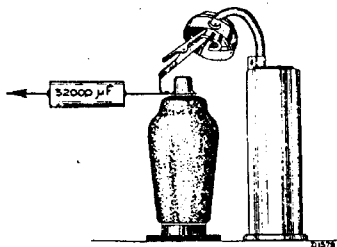

Fig. 2
wordt gedaan, zooals aangegeven in fig. 2; de roosterkring moet aan het rooster aangesloten blijven; het signaal wordt aangelegd via een condensator van 32000  $\mu\text{F}$ . De volumeregelaar moet altijd op maximum gedraaid worden; als het signaal te sterk is moet men de verzwakker van de service zender teruggedraaien. Wat betreft het trimmen van de H.F. en generatorkringen het volgende: De generator wordt afgestemd op een frequentie welke 128 Kc. hooger is dan de frequentie waarop de H.F. kringen zijn afgestemd.
2. Gemoduleerd signaal van 128 Kc. aan het stuurrooster van L1 aanleggen (fig. 2).